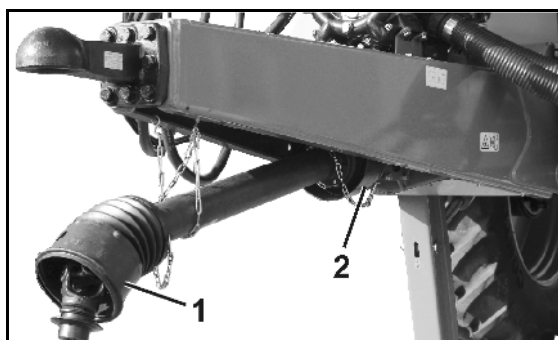

Fig. 13
- Fig. 13/...
(1) Protection d'arbre à cardan avec chaînes de retenue
(2) Bol de protection côté machine